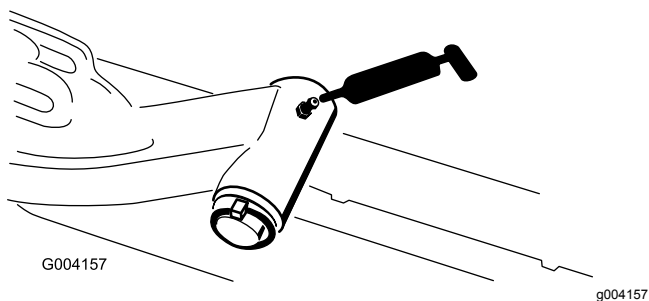

Bild 49
- Hubarmgelenkwelle (1)—Bild 49